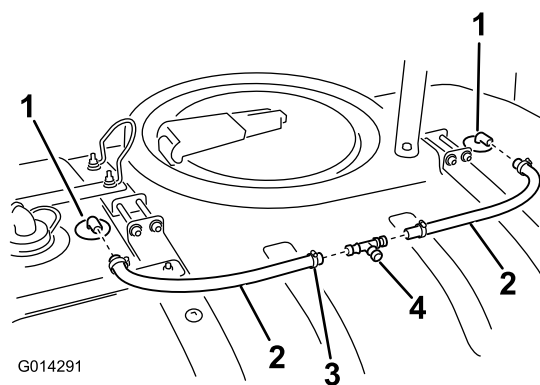

Figure 21
- Placez un collier à chaque extrémité du flexible (Figure 21).
- Raccordez un flexible à l'embout cannelé de la buse de rinçage (Figure 21).
- Reliez le raccord en T aux extrémités ouvertes des flexibles des buses de rinçage que vous venez d'installer, comme montré à la Figure 21.